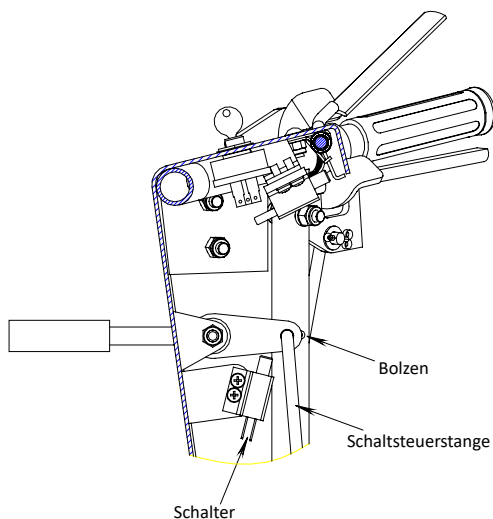

ABB. 14.
- Die Schaltsteuerstange in die Leerlaufposition bringen. Der Griff sollte den Druckschalterknopf um 5 mm nach unten drücken, andernfalls sollte die Länge der Stange eingestellt werden. Um die Länge der Stange zu ändern, entfernen Sie den Splint aus der oberen Baugruppe der Schaltsteuerstange. Die Stange aus dem Loch der Hebelhalterung entfernen. Die Stange drehen, bis die gewünschte Länge erreicht ist, damit der Schalter richtig gedrückt wird. Die Stange wieder in das Loch der Hebelhalterung einsetzen und den Splint anbringen. (Siehe ABB. 14)